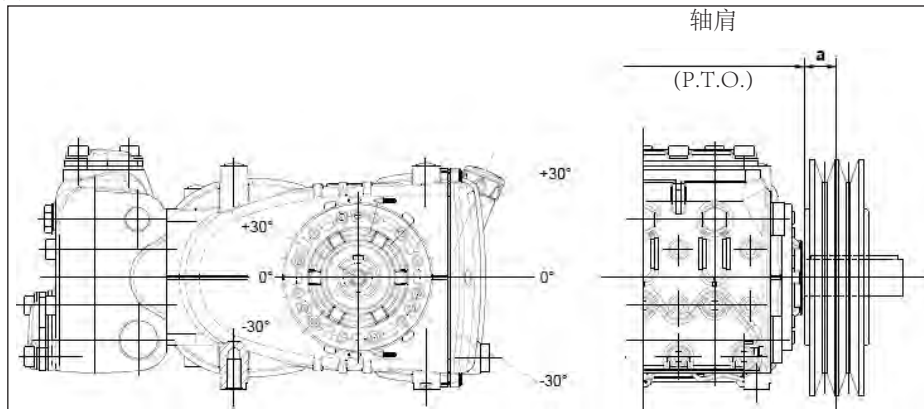

图10
$a=30$ mm时，传动才被视为适当，见图10。
- b) 使用高效能皮带 - 例如**XPB**而不是**SPB** - 同样的功率传递, 使用的皮带数量会相对少, 继而相对图10的轴肩 (P.T.O.) 的距离 “a” 也会减少。
e) 按照图10指出的方向拉紧皮带, 其他需求请联系 **技术部** 或 **售后服务中心**。